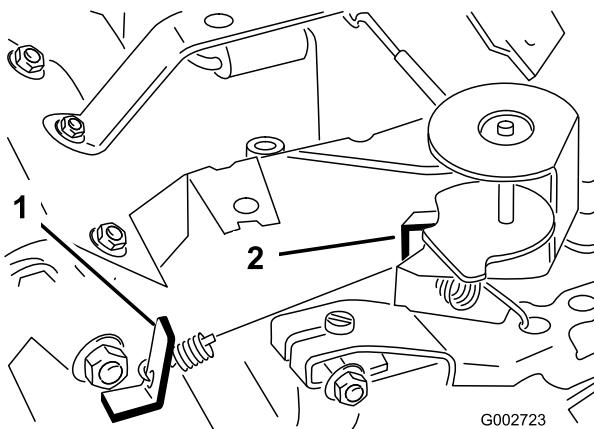

Figura 38
- Dobre o batente da mola de velocidade intermédia (Figura 38) até obter uma velocidade de 1725 ± 50 RPM. Verifique a velocidade com um tacómetro.
- Desloque a alavanca do regulador para a posição Fast (rápido). Dobre o batente da mola de velocidade elevada (Figura 38) até obter uma velocidade de 3400 ± 50 RPM.